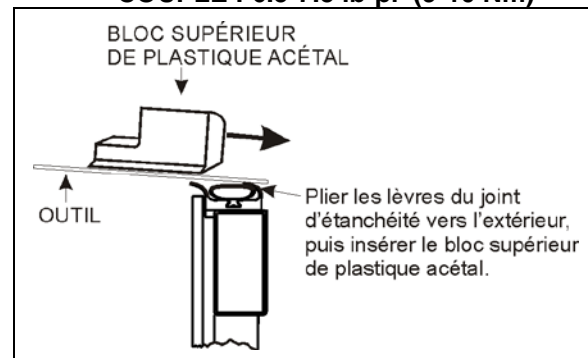

FIGURE 31: INSERTION DE BLOC DE PLASTIQUE ACÉTAL INFÉRIEUR 26095
5. Réinstallez les blocs de plastique acétal supérieurs. Plier le joint racler vers l'extérieur au moyen d'un outil plat pour faciliter l'installation (Figure 31) et serrer les vis de montage. Ne laisser aucun jeu entre les blocs et le rail.